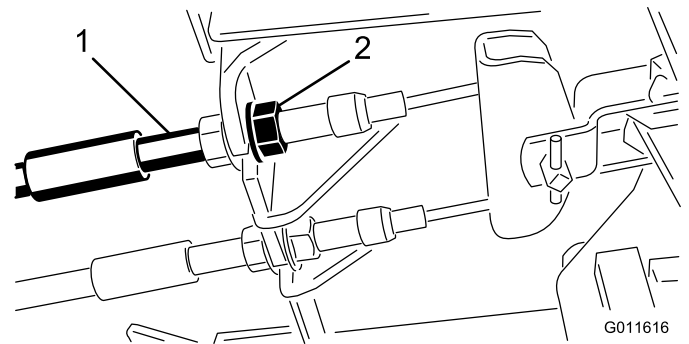

Bild 47
1. Ziehen Sie zum Reduzieren des Spiels der Bremspedale die Bremsen fester – lockern Sie dazu die vordere Mutter am Gewindeende des Bremszugs (Bild 47).